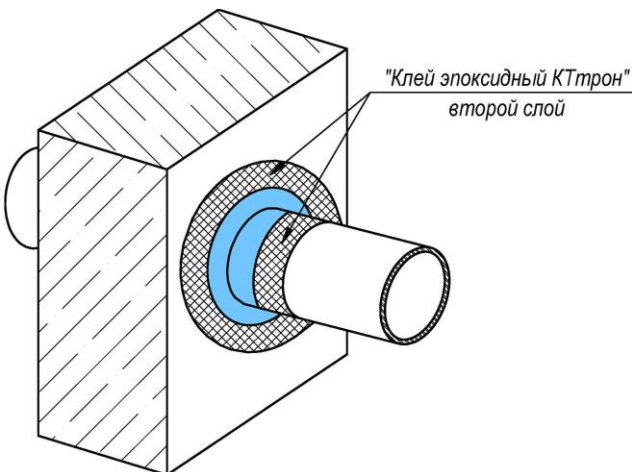

Рис. 4
- Нанести второй слой клея, согласно п. 2.2 (Рис.4).